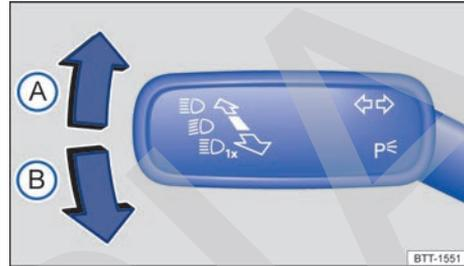

Fig. 79 En el lado izquierdo de la columna de dirección: palanca de los intermitentes y de la luz de carretera.
- Mueva la palanca de los intermitentes y de la luz de carretera → fig. 79 desde la posición central a la posición deseada:
- (A) Se conecta el intermitente derecho ➔
- (B) Se conecta el intermitente izquierdo ➔